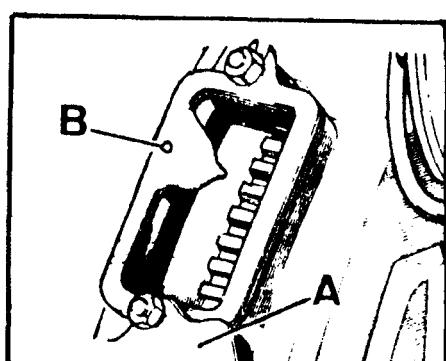

Fig. A1-40 Posicionamiento del índice de referencia
- 2.1. Desmontar la tapa de registro, A (Fig. A1-40) del cárter del volante y extraer las juntas de corcho.
- 2.2. Situar el orificio, B (Fig. A1-40) del índice de referencia, alineado con el granetazo existente en el cárter del volante, para lo cual será necesario desplazar dicho índice hacia la izquierda o derecha, fijándolo una vez que el orificio y granetazo se encuentren alineados.
- 2.5. Instalar las juntas de corcho de la tapa de registro, A (Fig. A1-40) del volante y montar dicha tapa.